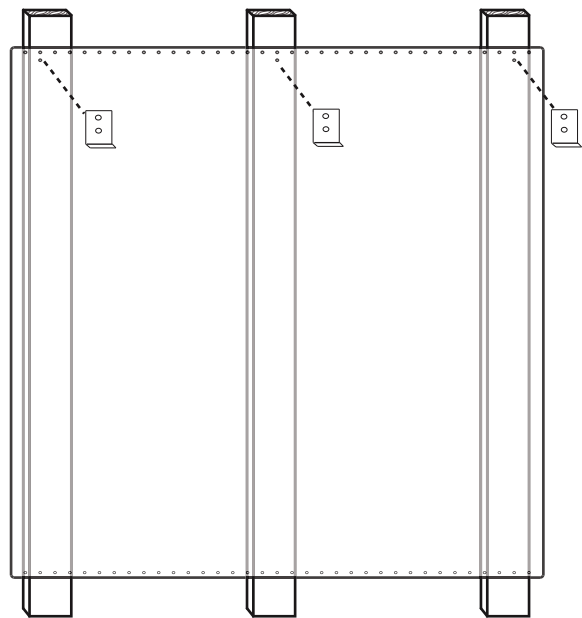

Figura 13: Consola trasera de protección con estante guarda-caliente
3. En el lugar indicado en la *Figura 13*, fije los soportes inferiores proporcionados con el estante guarda-caliente a través de la consola trasera de protección en los travesaños de pared.